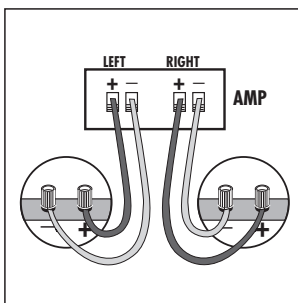

FIGURE 12
- Once you have cut the hole, fish your previously positioned wiring out of the hole and connect the speaker. Follow the hookup directions included with your receiver. Strip 1/2 inch (12 mm) of insulation from each of the two conductors of the wire to expose the bare metal and twist each of the conductors into a single unfrayed strand (so you have two unfrayed strands). Note that one of the terminals on the rear of each speaker is red (+) and the other is black (-). Make certain that you connect the wire from the red terminal (+) of your amplifier or receiver to the red terminal (+) on your speaker and the wire from the black terminal (-) of your amplifier or receiver to the black terminal (-) on your speaker. Most wire has some indicator (such as color-coding, ribbing or writing) on one of the two conductors to help you maintain consistency [figure 12].
- Une fois l'embrasure pratiquée, sortez-en le câble antérieurement installé et connectez-le au haut-parleur. Suivez les instructions de connexion fournies avec votre récepteur. Retirez 12 mm (1/2 po) d'isolation de chacun des deux conducteurs pour exposer les brins métalliques et tordez les brins de chaque conducteur pour former deux torons non éraillés. Notez qu'une des bornes à l'arrière de chaque haut-parleur est rouge (+) et l'autre noire (-). Assurez-vous de bien raccorder le fil provenant de la borne rouge (+) de votre amplificateur/récepteur à la borne rouge (+) de votre haut-parleur et le fil noir (-) provenant de la borne noire (-) de votre amplificateur/récepteur à la borne noire (-) de votre haut-parleur. La polarité de la plupart des fils à deux conducteurs est codée (couleur, nervure ou écriture) pour faciliter son identification [figure 12].